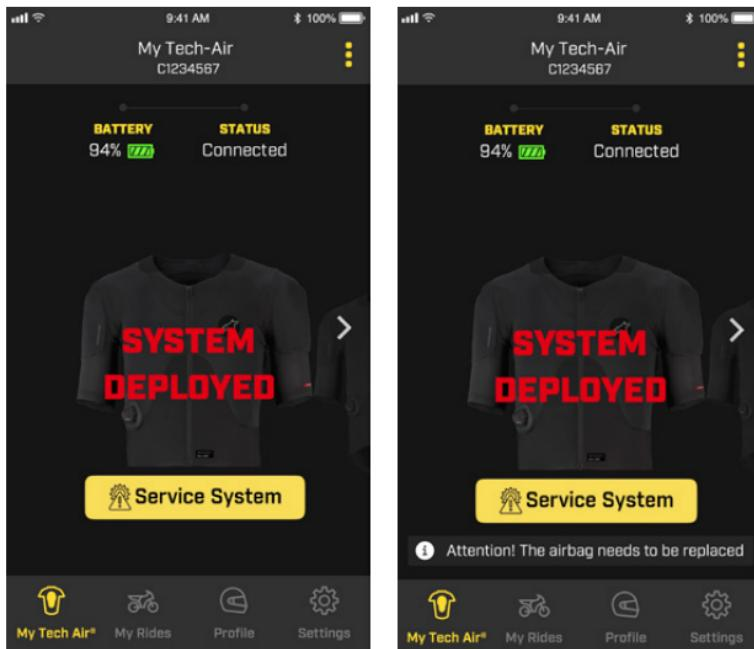

Figura 18: Vista sistema Tech-Air[®] dispiegato (sinistra) e vista notifica sostituzione airbag (11) (destra).
In caso di dispiegamento del sistema e quando non è disponibile un gonfiatore a gas (9), l'App notifica questo stato all'utente visualizzando il messaggio "SISTEMA DISPIEGATO" (SYSTEM DEPLOYED) come rappresentato nella Figura 18.